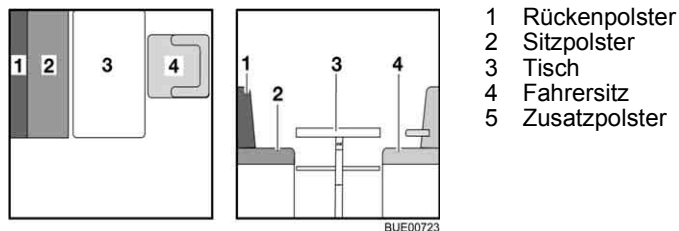

Bild 75 Vor dem Umbau
- Den Fahrersitz (Bild 75,4) drehen und ganz nach vorn schieben.
- Den Tisch (Bild 75,3) zum Bettunterbau umbauen (siehe Abschnitt 6.12).
- Das Rückenpolster (Bild 75,1) beiseite legen.